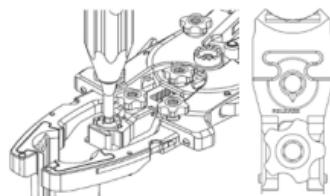
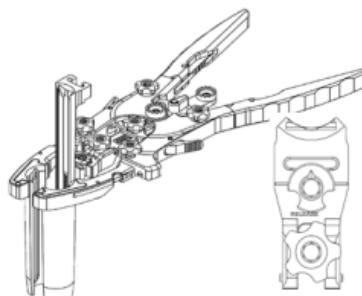

Figura 5
Figura 6
- A lâmina posterior também é carregada pela parte superior (Figura 6). Utilize a **Ferramenta Hexagonal** (ML-0505), para rodar o bloqueio até que fique na posição aberta, com a seta a apontar
para o texto "Release" (Figura 5). Deslize a lâmina do retrator para a respetiva ranhura e, em seguida, bloqueeie a lâmina no lugar rodando a seta de bloqueio na direção da incisão (ou afastando-a de "Release"), utilizando a **Ferramenta Hexagonal** (Figura 6).